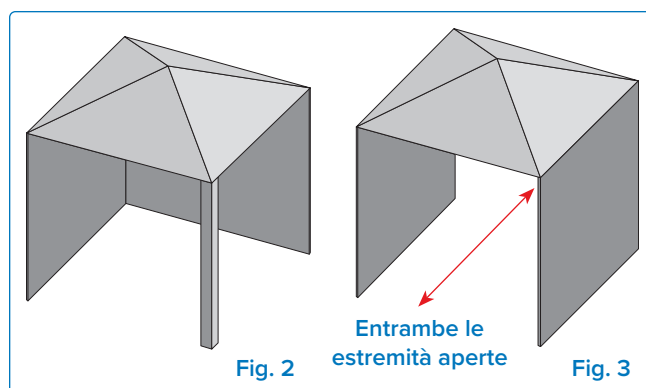

Fig. 2
- » Le pareti laterali possono essere parallele, come in un corridoio, o ad angolo retto tra loro. **(Fig. 2 e Fig. 3).**